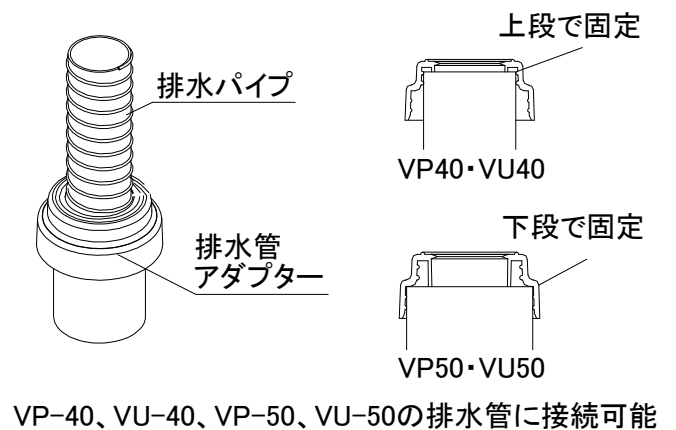

図6-5
- 4、フレキシブルホースの先端に排水管アダプターを通し、排水管に差込んだ後に隙間のないように完全にシールしてください。[図6-5]